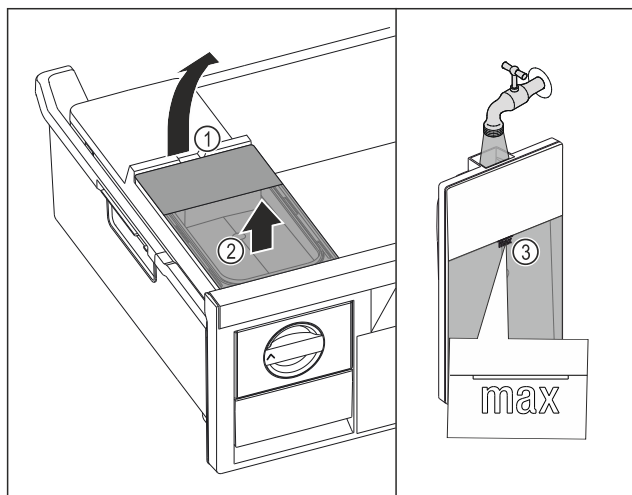

Fig. 124
- ▶ Elevar el depósito de agua por la entalladura Fig. 124 (1).
- ▶ Extraer el depósito de agua hacia arriba. Fig. 124 (2)
- ▶ Llenar el depósito de agua con agua potable hasta la marca Fig. 124 (3).